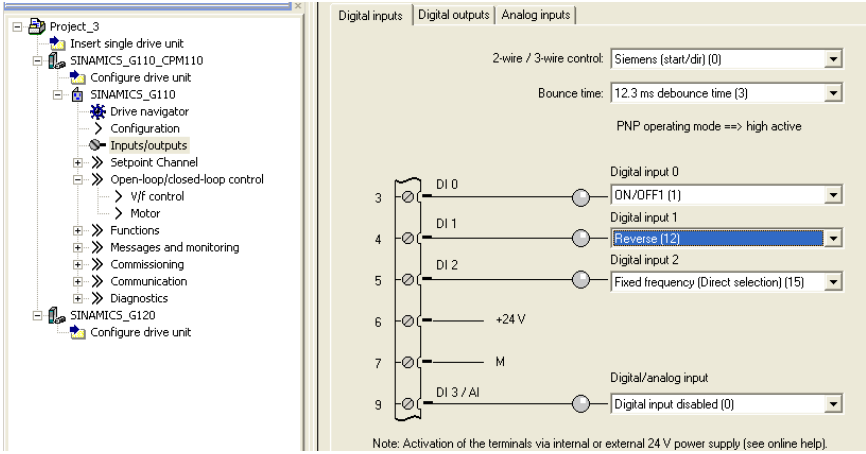
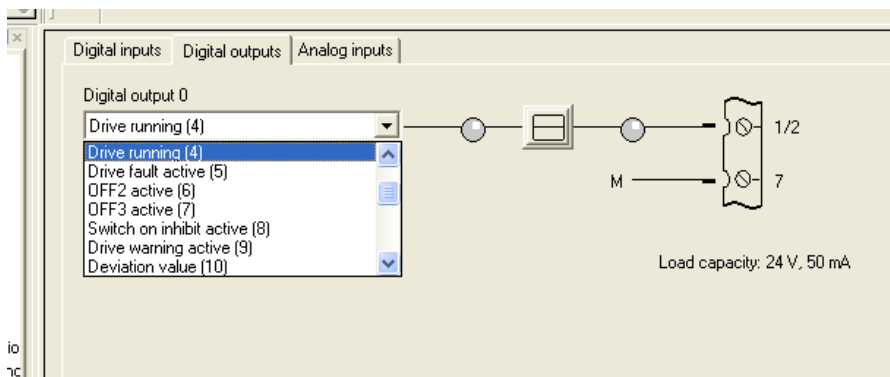

Рисунок 1.22 – Налаштування функцій входу
Рисунок 1.25 – Налаштування функції виходу приводу
Налаштування дискретного виходу DOUT на задану функцію проводимо у вкладці «Digital outputs» (див. рис. 1.25) розділу «inputs/outputs». Для налаштування функції «привод працює» в випадному вікні вибираємо «Drive running (4)». Якщо не знаєте, як ця функція називається англійською, то дивиться переклад назв функцій по номеру функції у списку функцій. Список функцій цифрового виводу по номерам наведений у розділі 2 цієї методичної вказівки.
Налаштування функцій дискретних входів на керування приводом та цифрового виходу виконуємо згідно завдання так, як у першому завданні(рис. 1.22 і рис. 1.25).